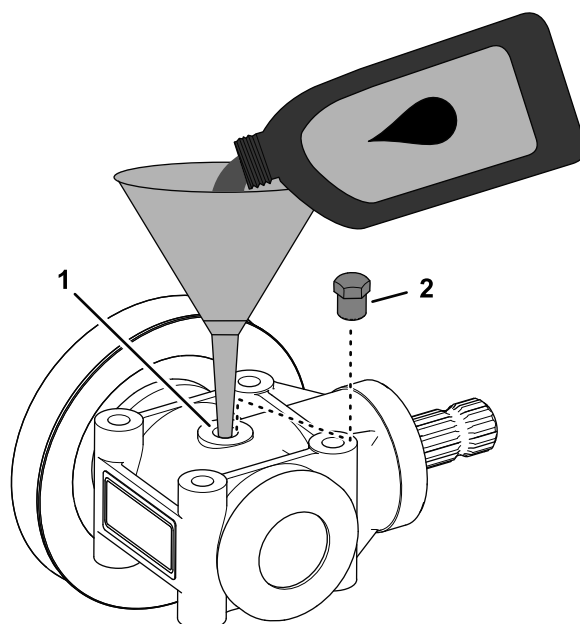

Рисунок 120
3. Поверните редуктор так, чтобы отверстие картера редуктора было направлено вверх (Рисунок 120).
4. Долейте 112 мл масла для редуктора указанного типа в картер редуктора через отверстие картера (Рисунок 120).
5. Заверните пробку в отверстие картера редуктора деки газонокосилки (Рисунок 120).